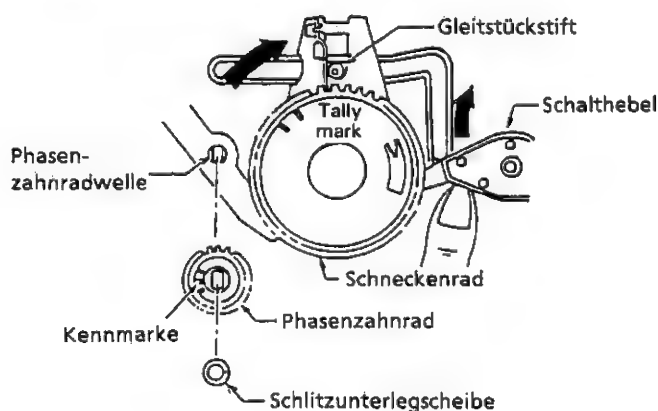

Abbildung 1-7.
5. Den Gleitstückstift unmittelbar über dem Schneckenrad (Abbildung 1-7) einsetzen. (Der Gleitstückhalter ist nun an zwei Stellen arretiert. Die Arretierung wie in Abbildung 1 - 8 aufheben.)